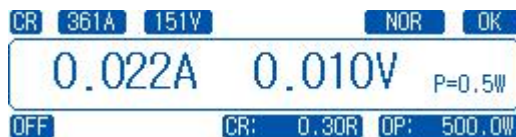

图 3-9 恒阻模式工作界面
- 1) 按下 **[CR]** 模式按键, 按键指示灯变亮, 进入恒阻模式工作界面, 如图 3-9 所示。